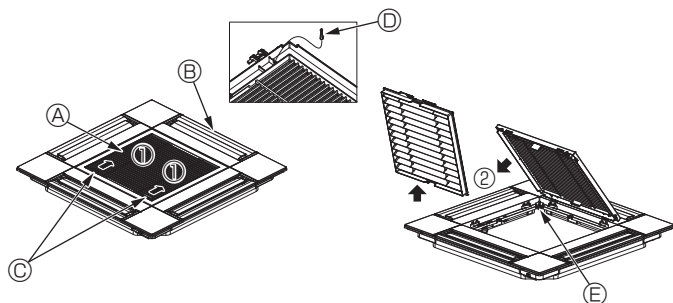

Fig. 10-3
10.2.1. Verwijderen van de grill van de inlaatopening (Fig. 10-3)
- Schuif de hendels in de richting van pijl ① om de grill te openen.
- Verwijder nu het scharnier van de grill van de inlaatopening zoals aangegeven door de pijl ②, terwijl de grill in de geopende positie staat.